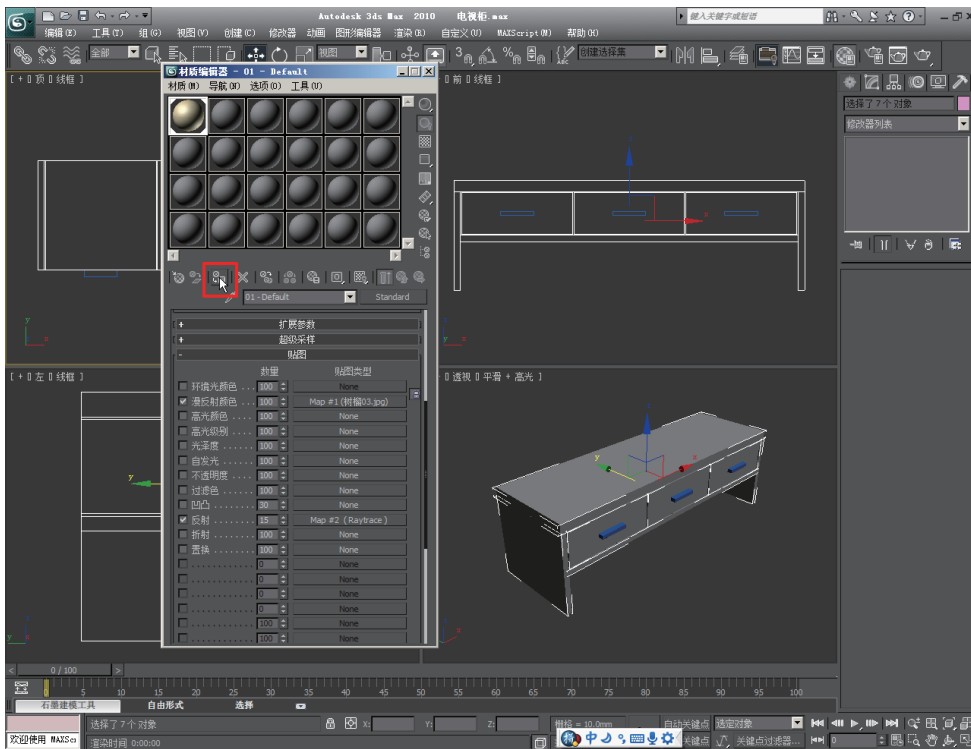

图2-40 将编辑好的材质赋予模型1
(9) 单击“将材质指定给选定对象”按钮,就会将编辑好的材质赋予模型,如图2-40所示。